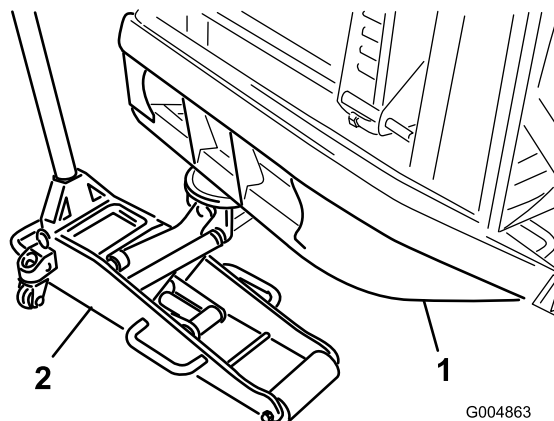

Рисунок 1
- Поместите подходящий напольный домкрат под трубу заднего бампера и поднимите задние колеса над землей (Рисунок 1).